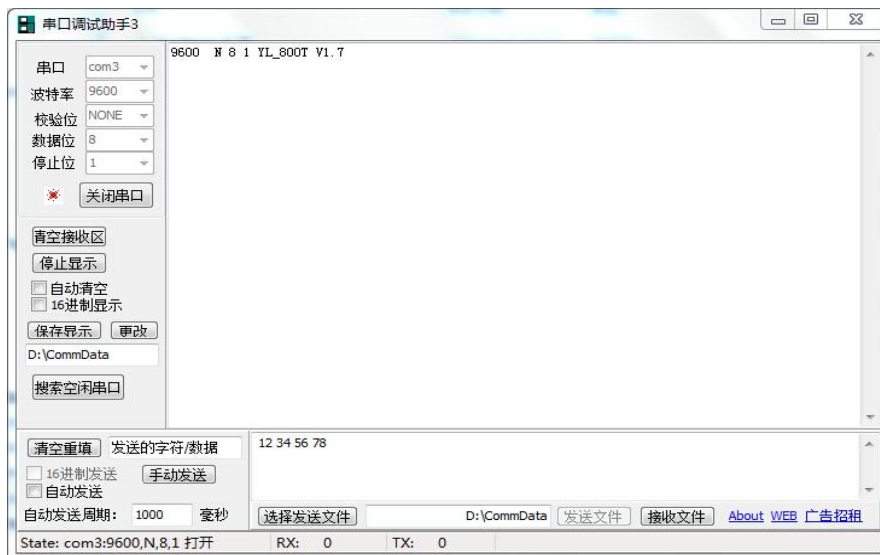

图 8.3.1 用串口调试助手获取模块当前串口参数
1、先确认模块的串口参数，可通过串口调试助手来获取模块串口参数，和软件版本号。方法是打开串口调试助手，选择对应端口号，端口参数设置成9600bps、无校验、8位数据位、1位停止位，连接模块，通电瞬间会把模块当前的串口参数发出，在调试助手上显示出来。如图8.3.1所示：